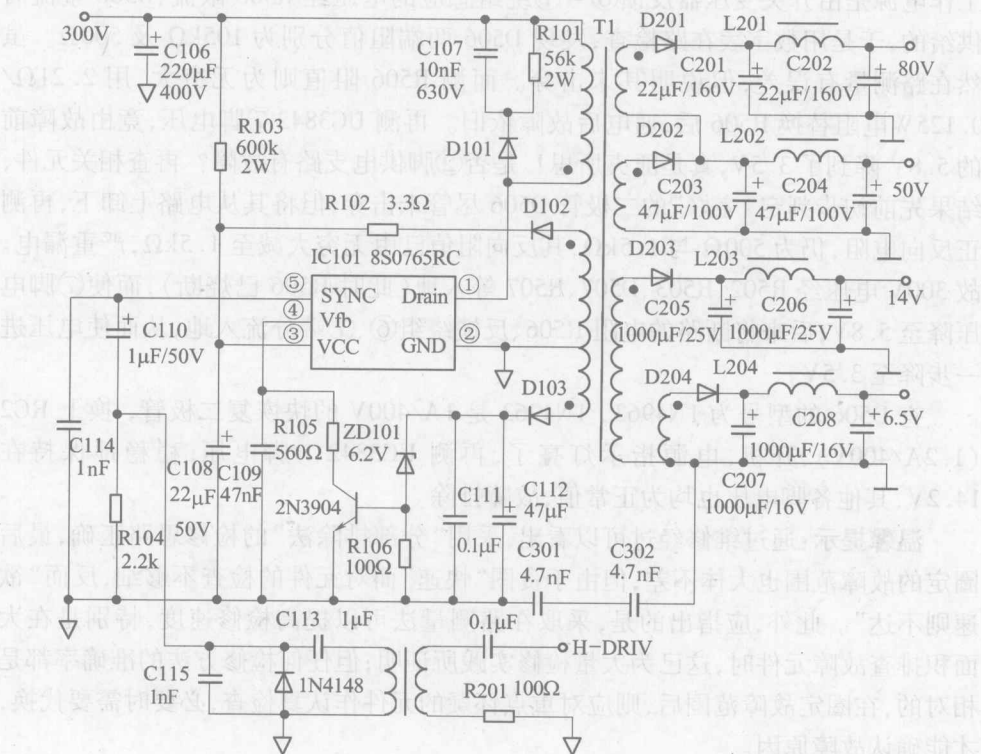

图 1-5 方正 FH786-KD 17 英寸纯平彩色显示器电源相关电路图
分析检修:从故障现象看,应是彩色显示器电源故障,开盖检查,发现该机电源采用的是一块 5 脚塑封的集成电路 8S0765RC(见图 1-5)。本着先易后难的检修原则,先测 300V 整流滤波输出端电压,正常,检查 8S0765RC 电源启动电路,正常,启动电源后③脚电压在 12V~14V 之间跳变,表明电源已经起振。④脚有 2V~4V